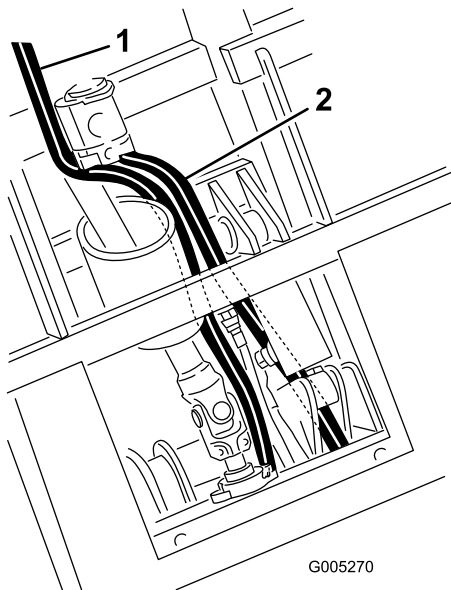

Figura 36
- Pase el manguito del depósito por debajo del cilindro de elevación y entre los soportes de montaje del cilindro hasta la válvula (Figura 36).
- Pase el manguito de presión junto al árbol de la toma de fuerza hasta la válvula (Figura 36).